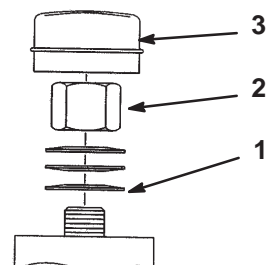

Figure 58
3. Retirez le capuchon anti-poussière de la roue et serrez le contre-écrou (Fig. 58).
4. Continuez de le serrer jusqu'à ce que les rondelles élastiques soient aplaties, puis desserrez-le de 1/4 de tour pour obtenir la précharge correcte des roulements (Fig. 58).
Important Veillez à installer les rondelles comme illustré à la Figure 58.